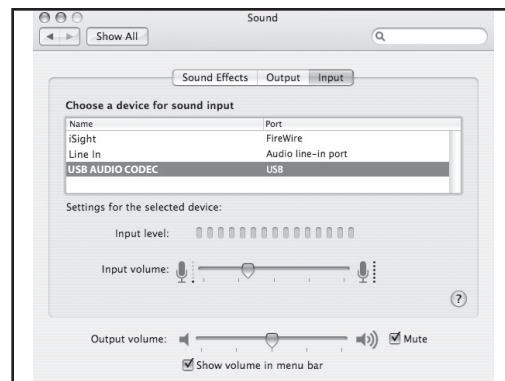

Abb. 10
4. Klicken Sie dann auf das Eingang-Register und wählen Sie den USB Audio Codec (Abb. 10). Wie Sie sehen, wird der Volume Slider auf vollen Pegel eingestellt. Dadurch können Sie mit den Hardware-Eingangspiegelreglern der L-Serie den kompletten Regelbereich nutzen.